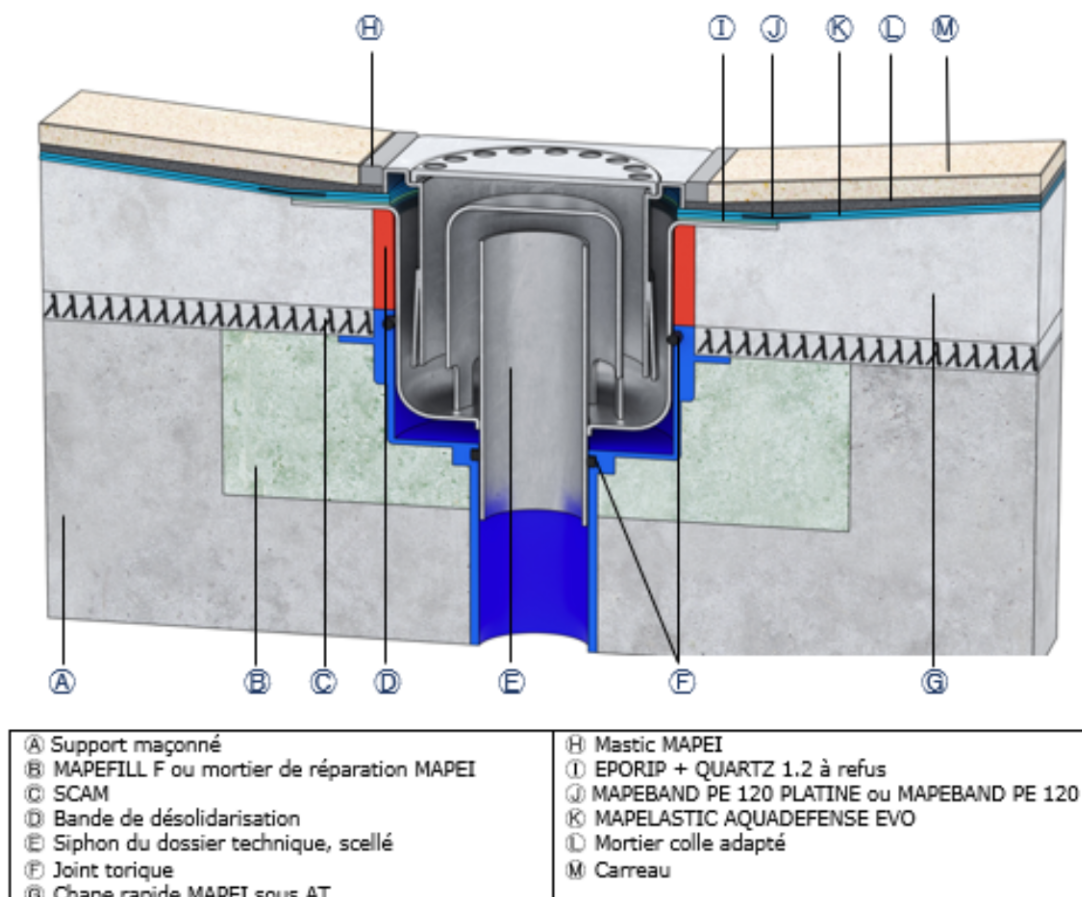

Figure 13 – Traitement du raccord au siphon de sol LIMATEC en pose flottante
- Le raccord au siphon LIMATEC de la sous-couche s'effectuera de manière à ce que la sous-couche vienne en recouvrement de la platine du corps de siphon jusqu'à venir au contact de l'avaloir (cf. figure 13 et le pas à pas au §2.4.5.3.5).